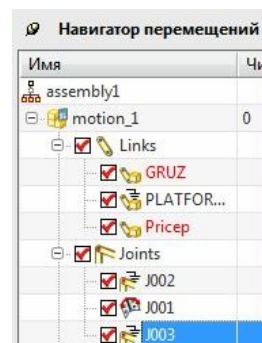

рис.83
- В результате *Навигатор перемещений* будет таким, как на рис.83. Если в разделе *Joints* подсветить строку связи фиксации *J003*, то в разделе *Links* одновременно подсветятся строки тел *GRUZ* и *Pricep*.